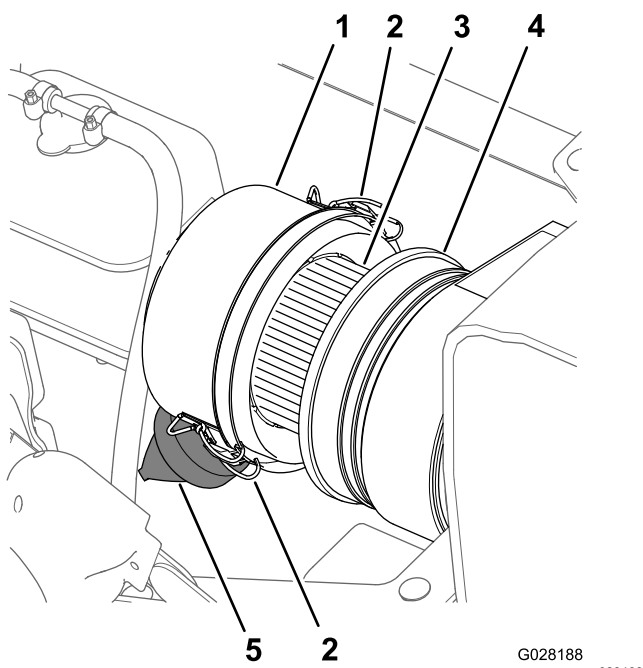
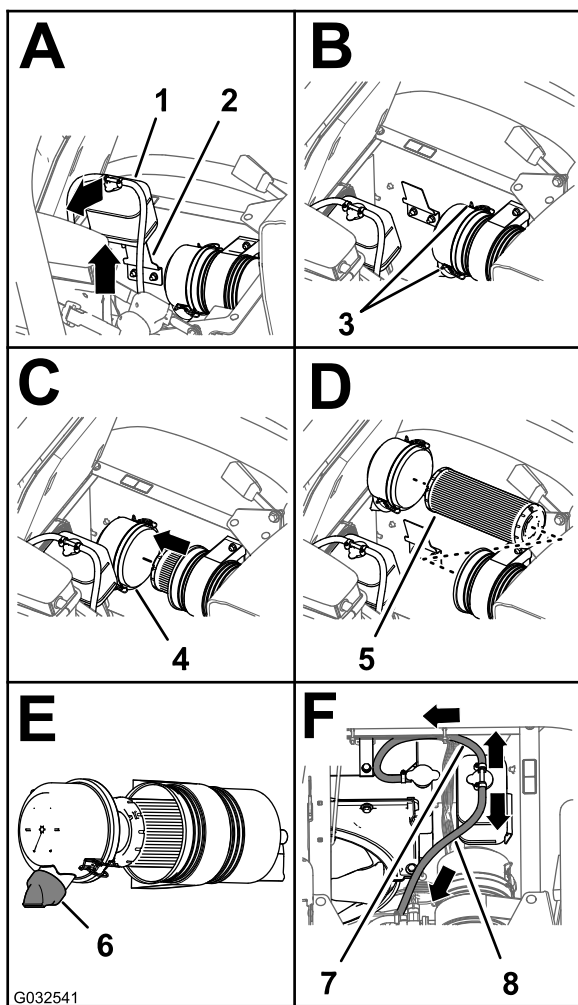

Figura 68
Figura 69
3. Pulite il coperchietto antipolvere e il corpo del filtro dell'aria (Figura 68).
4. Controllate il corpo del filtro dell'aria per escludere danni che possano causare una perdita d'aria (Figura 68).
5. Comprimete la valvola antipolvere per pulirla da sporcizia, polvere e detriti (Figura 68).
7. Verificate l'elemento del filtro dell'aria per escludere un eccessivo accumulo di polvere, sporcizia e detriti (Figura 68).
8. Montate il coperchietto antipolvere sul corpo del filtro dell'aria e fissatelo con i 2 fermi (Figura 68).
2. Pulite il coperchietto antipolvere e il corpo del filtro dell'aria (Figura 68).
3. Sollevate il serbatoio di troppopieno del refrigerante ed estraetelo dalla staffa di supporto del serbatoio (Figura 69).
- Allentate i 2 fermi che fissano il coperchietto antipolvere al corpo del filtro dell'aria (Figura 69).
- Pulite l'interno del coperchietto antipolvere, corpo del filtro dell'aria e valvola antipolvere con un panno umido (Figura 68 e Figura 69).
- Inserite l'elemento del filtro dell'aria nel corpo del filtro dell'aria (Figura 69).
- Montate il coperchio sul corpo del filtro dell'aria e fissatelo con i 2 fermi (Figura 69).
Nota: Assicuratevi che la valvola antipolvere sia allineata tra le posizioni a ore 5 e ore 7 vista dall'estremità (Figura 69).
- Allineate il serbatoio di troppopieno del refrigerante alla staffa di supporto del serbatoio e posizionate saldamente (Figura 69).
Importante: Assicuratevi che il flessibile di sfiato della pressione sia disposto in avanti e verso il basso e che il flessibile di sfiato del serbatoio sia disposto indietro, come illustrato nella Figura 69.